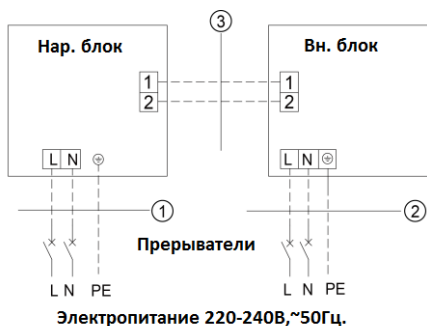

Рис. 4.39
①.	Кабели питания являются высоковольтными, в то время как кабель связи и сигнальный кабель проводного пульта управления низковольтные. Их подключение к блоку следует выполнять раздельно .
②.	Высоко и низковольтные линии должны вводиться в блок через отдельные изолирующие резиновые кольца в коробке электроподключений.
③.	Не объединяйте линии подключения проводного контроллера и цепи управления. При таком подключении возможны сбои в работе оборудования.
④.	Высоковольтные и низковольтные линии должны быть надёжно зафиксированы по пути их трассировки отдельно друг от друга.
⑤.	Неправильные подключения и соединения могут привести к выходу оборудования из строя или пожару.
⑥.	Неверное подключение сигнального кабеля к наружному блоку может привести к выходу кондиционера из строя.
⑦.	Подключайте жилы кабеля питания как показано на рис. 4.39 - 4.40.
⑧.	Обязательно соединяйте линии заземления внутреннего и наружного блоков.
⑨.	Заземление должно выполняться в соответствии с действующими нормами и правилами.